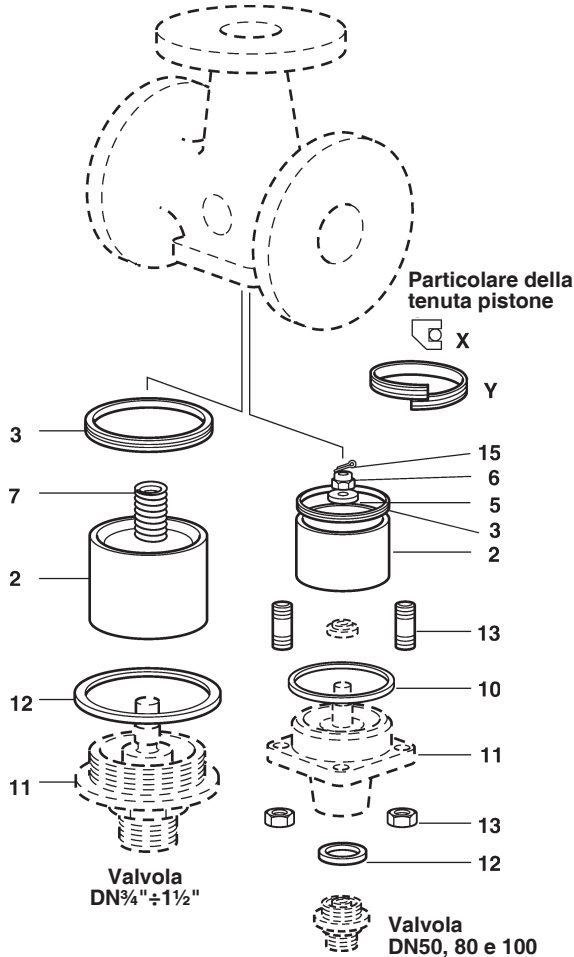

Fig. 11
4.2 Sostituzione dell'anello di tenuta pistone (vedere Fig. 11)
1. Svitare il cappello (11) e i dadi del coperchio (13) della valvola flangiata ed estrarre completamente il gruppo cappello-pistone.
2. Sfilare l'anello di tenuta pistone (3) dall'apposito alloggiamento nel corpo e pulire quest'ultimo accuratamente.
3. Collocare il nuovo anello nell'apposito alloggiamento del corpo valvola in modo che il bordo smussato sia rivolto verso l'interno della valvola, come mostrato in Fig. 11 (X); tenendo ferma un'estremità dell'anello già inserita nell'alloggiamento, introdurre gradualmente la restante parte dell'anello in modo che i lembi estremi si sovrappongano, come mostrato in Fig. 11 (Y).